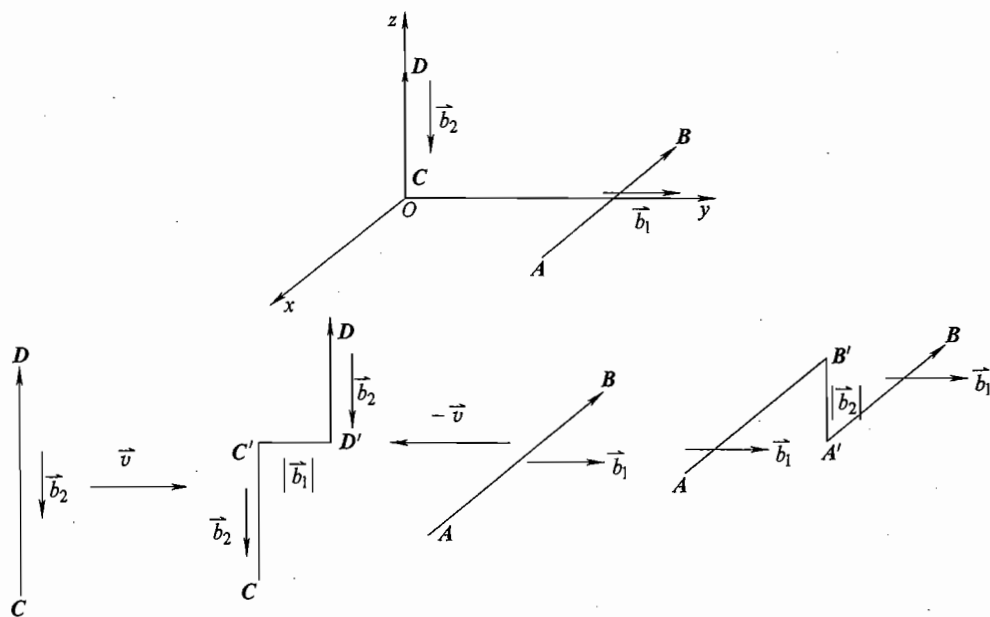

图 5-8 第五题解答图
2. 建立如图 5-8 所示的直角坐标系 $Oxyz$ 。位错 AB 受 CD 应力场的作用力为: